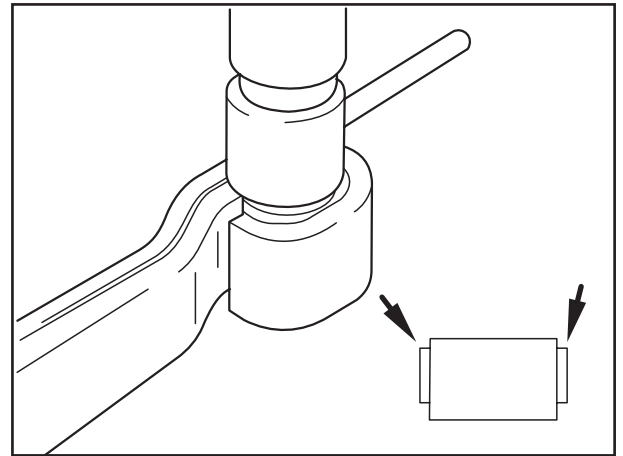

Fig. 37
- Lenkerfedern mit Stahl-Gummi-Stahl-Buchsen müssen ausgebaut werden. Die Buchsen müssen unter einer Presse mit dem Montagewerkzeug (BPW Nr. 03.084.37.10.0) aus- und eingedrückt werden. Nach dem Eindrücken muss auf beiden Seiten ein gleicher Überstand vorhanden sein (Fig. 37/Pfeile).
- Bei ausgebauter Lenkerfeder kann das Aus- und Eindrücken der Buchse unter einer Presse erfolgen (Fig. 37).
☞ Es muss auf beiden Seiten ein gleicher Überstand vorhanden sein (Fig. 37/Pfeile).
- Trailing arm springs with steel / rubber / steel bushes have to be demounted. The bush must be removed and re-inserted using a press and the assembly tool ( BPW No. 03.084.37.10.0). After re-inserting in a uniform overhang must be present on both sides (Fig. 37/arrows).
- When the trailing arm is removed, the bush can be removed and re-inserted using a press (Fig. 37).
The projection on both sides must be the same (Fig. 37/arrows).
- Il faut démonter les ressorts de guidage ayant des douilles acier-caoutchouc-acier. Les douilles doivent être desserties et serties avec l'outil de montage prévu (BPW No. 03.084.37.10.0). Après l'enfoncement, il faut qu'il y ait un dépassement égal des deux côtés (fig. 37/flèche).
- L'emmanchement de la douille peut être effectué au moyen d'une presse si le ressort de guidage est démonté (fig. 37).
Le dépassement doit être le même des deux côtés (fig. 37/flèches).